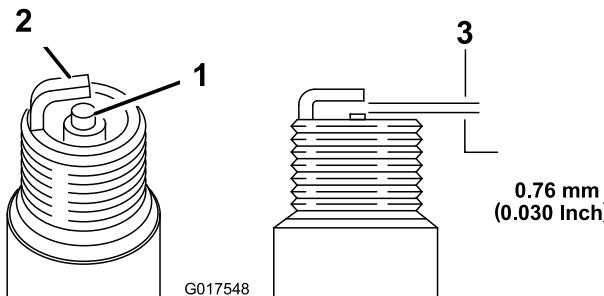

Рисунок 22
5. Установите в свечу зазор, равный 0,76 мм, как показано на Рисунок 22.